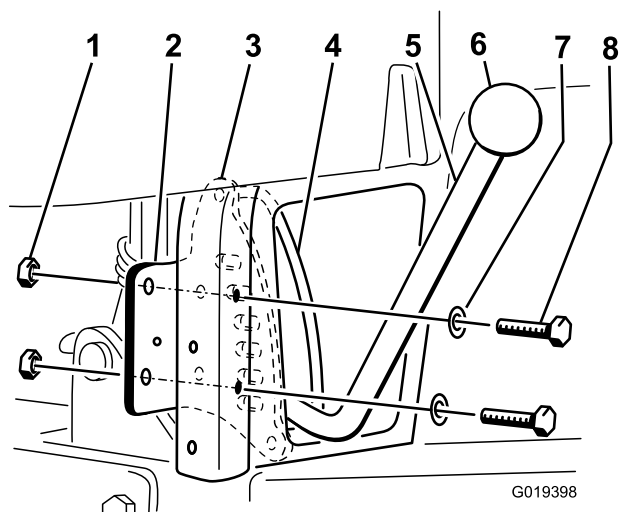

Рисунок 3
Примечание: Рукоятка должна пройти между фиксирующей пластиной и направляющей рукоятки (рис. 3).
7. Установите фиксирующую пластину на обратную сторону задней правой вертикальной трубы рамы с помощью 2 болтов (5/16 x 2-1/4 дюйма), 2 шайб и 2 контргаек (5/16 дюйма) (используйте шайбы и контргайки, снятые на предыдущем этапе 4). Расположите детали, как показано на Рисунок 3.
8. Установите головку на рычаг подъема (Рисунок 3).